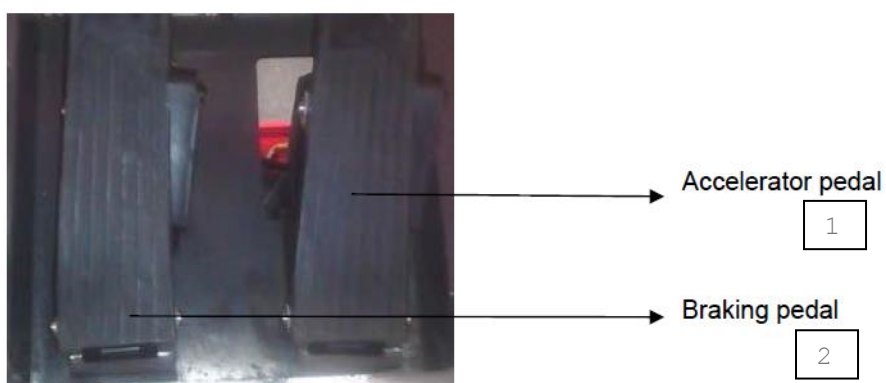

Рис. 4-2-8:
8. Педали (см. Рис. 4-2-8) используются для ускорения при перемещении и торможения.